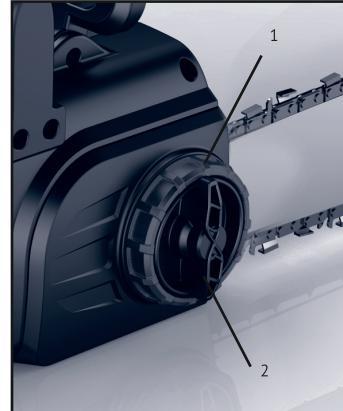

Рис.4
- Чтобы увеличить натяжение цепи пилы, возьмитесь за носок пильной шины и поверните внешнюю часть системы SDS (1) Рис.4. ПО ЧАСОВОЙ СТРЕЛКЕ. Поворот винта ПРОТИВ ЧАСОВОЙ СТРЕЛКИ позволит Вам ослабить натяжение.
- Осуществив регулировку, продолжайте удерживать носок шины в приподнятом положении и крепко затяните центральную часть системы SDS (2, рис.4). Правильно натянутая цепь плотно прилегает к шине со всех сторон и свободно проворачивается рукой (в перчатках!).